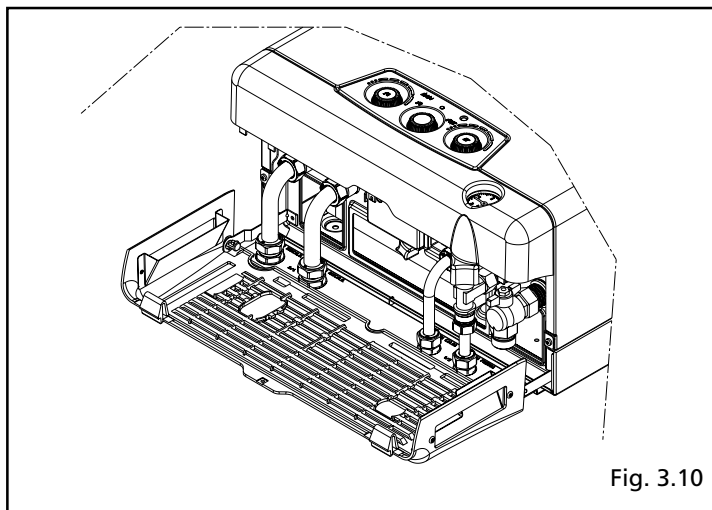

Fig. 3.10
- ruotare verso il basso (fig. 3.10).